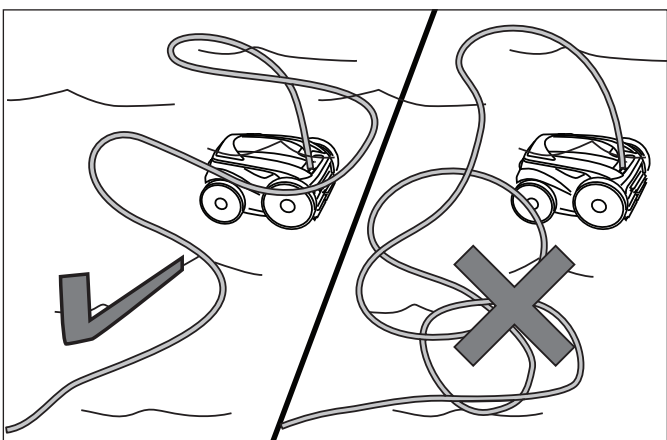

Figure 15. Étendre le câble sur la piscine
3. Étendre le câble flottant sur l'eau de la piscine et s'assurer que le câble n'est pas noué ni emmêlé. Se référer à la Figure 15.